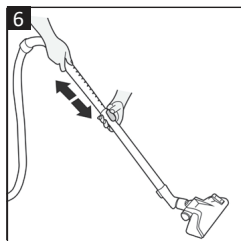

Fig. 6
- Deslice el botón de liberación del tubo telescópico (20) en la dirección de la flecha marcada en el botón y manténgalo presionado mientras ajusta el tubo telescópico a la longitud deseada (**Fig. 6**).